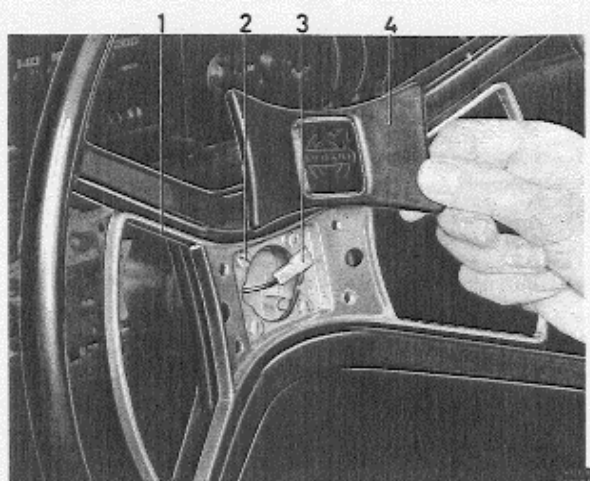

Abb. 67 Teile im Bereich des Lenkrades, Bauj. 1972
2. Stoßpolster (4, Abb. 67) von der Lenkradnabe abdrücken. Signalleitung (3) abklemmen. Befestigungsschrauben (2) lösen und den Horndruckring (1) abheben. Federn und Scheiben aufbewahren.